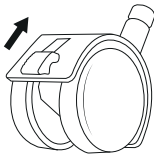

Fig. 1
- ▶ No tire nunca del cable de red ⑤ para mover el aparato cuando lo transporte sobre las ruedas ⑧/⑨.
- ◆ El aparato cuenta con cuatro ruedas ⑧/⑨ para facilitar el transporte. Para soltar la palanca de las dos ruedas con palanca de freno ⑨, mueva la palanca hacia arriba (consulte la fig. 1). Tras esto, el aparato podrá rodar cómodamente.